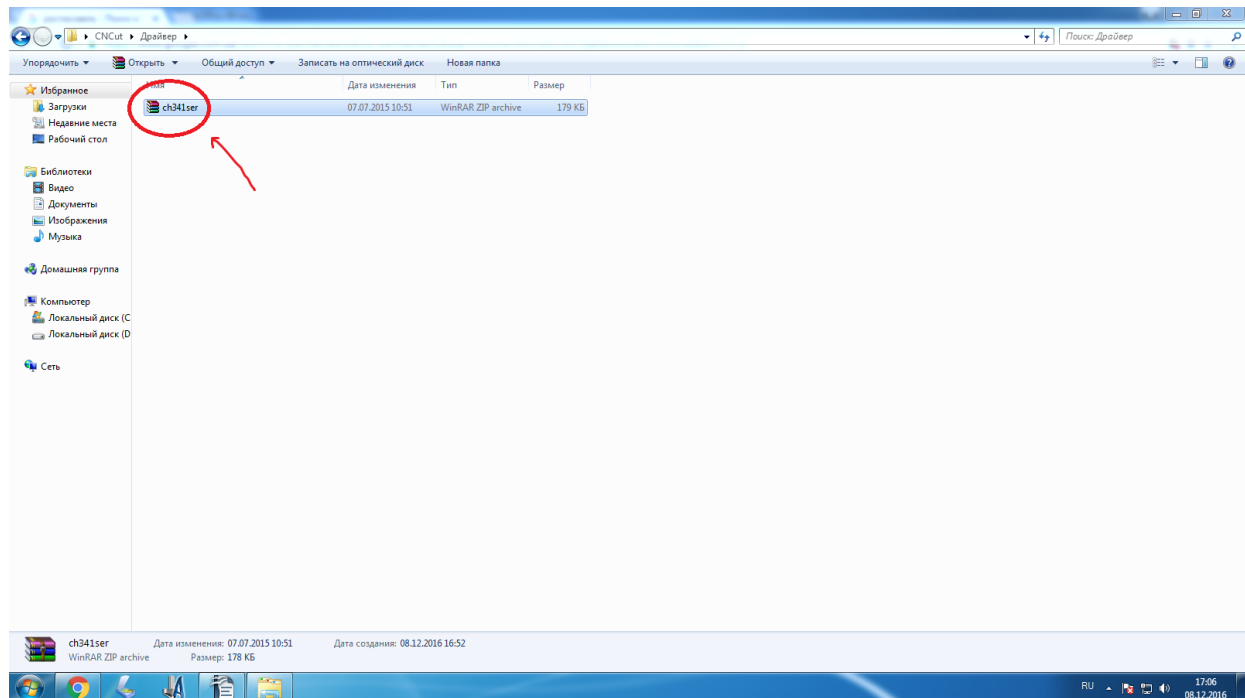

Рисунок 4. Распаковка **ch341ser.exe**
4) Распакуйте **ch341ser.exe**, рисунок 4